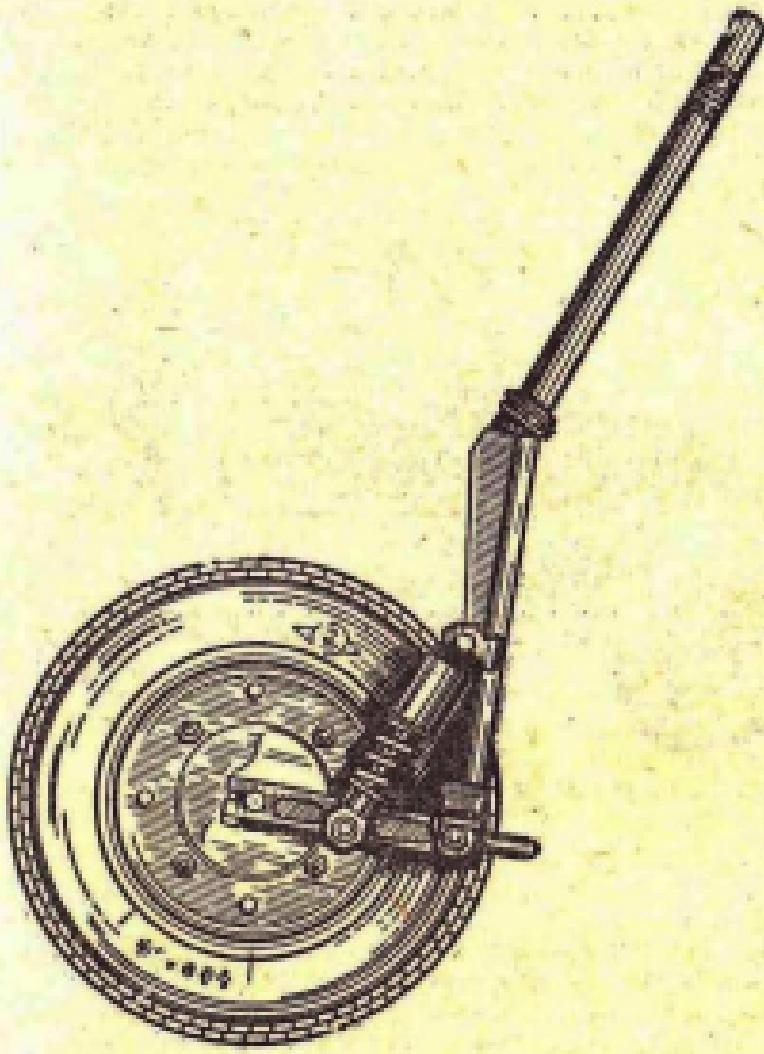

Рис. 147. Передняя вилка мотороллера Т-200М.
2. Применена передняя вилка тянувшего типа с рычажной подвеской. Подвеска передней вилки включает в себя маятник и для пружинно-гидравлических разборных амортизатора (рис. 147).